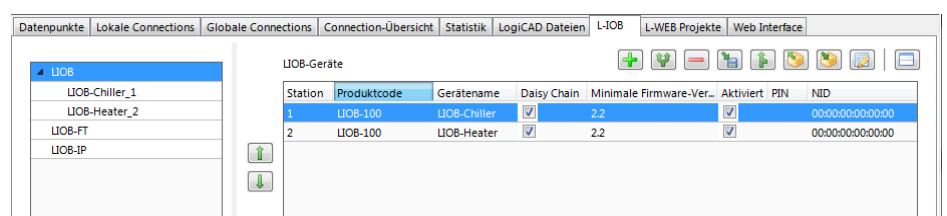

Abbildung 18: L-IOB Geräte am LIOB-Connect Bus hinzufügen
1. Fügen Sie L-IOB Geräte am **L-IOB** Karteireiter basierend auf den mitgelieferten L-IOB Vorlagen mittels des **Gerät(e) hinzufügen** Knopfs  hinzu, wie in Abbildung 18 gezeigt.